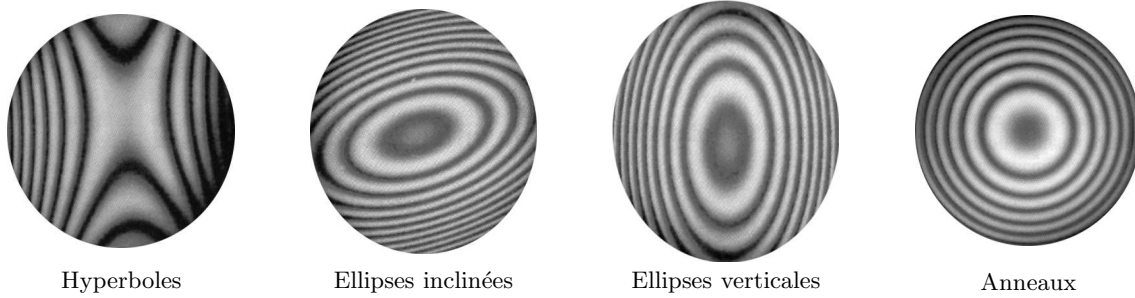

FIGURE 8 – Réglage du caractère circulaire des anneaux
**19.** Le réglage du parallélisme de  $S_p$  et  $C_p$  est difficilement obtenu rapidement. En jouant sur la vis **v1** se rapprocher du contact optique. Il est fort possible que les anneaux que l'on percevait comme bien circulaires soient en fait elliptiques. Plus on va s'approcher du contact optique, plus les défauts vont apparaître. On peut être confronté aux diverses situations visibles sur la figure 8. Jouer progressivement sur les vis **v6** et **v7** pour obtenir des anneaux même lorsqu'on est relativement proches du contact optique. À ce stade, le réglage de base de l'interféromètre de MICHELSON est terminé.